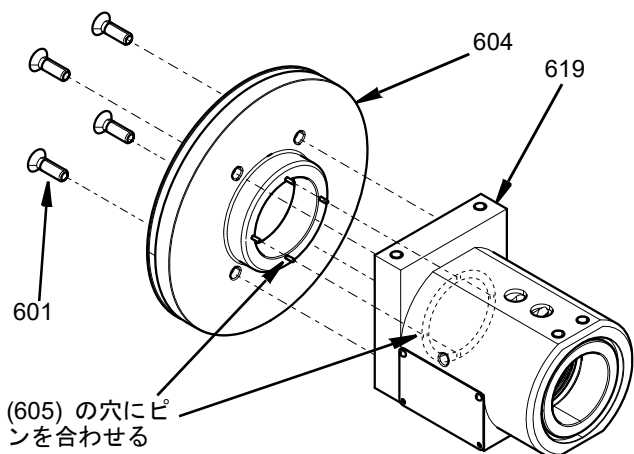

図 23
3. ベアリングハウジング (604) をスイベルハウジング (619) に 4 本の M5 ネジ (601) で取り付けます。29.2 in-lbs (3.3 N•m) のトルクで締めます。ベアリングハウジングにある 4 本のピンは一行に並び、エアリング分配アダプター (605) の穴に結合します。以下を参照してください：図 23 を参照ください。